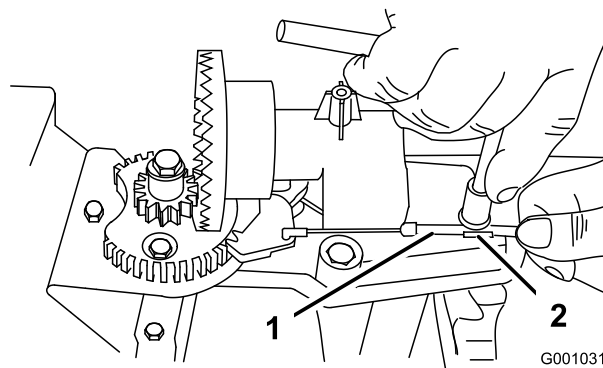
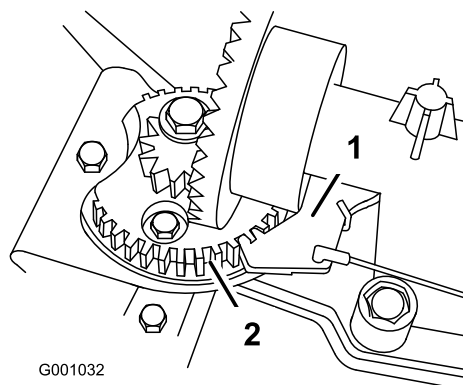

Bild 48
Bild 49
2. Lösen Sie die Schraube an der Kabelklemme (Bild 48).
3. Fassen Sie den Kabelstrang an und schieben Sie ihn nach vorne an der Maschine, bis der Auswurfkanalriegel ganz in die Zahnräder des Getriebes greift (Bild 48 und Bild 49).
Hinweis: Der Riegel ist gefedert und ist so konstruiert, dass er in die Zahnräder des Getriebes greift (Bild 49).